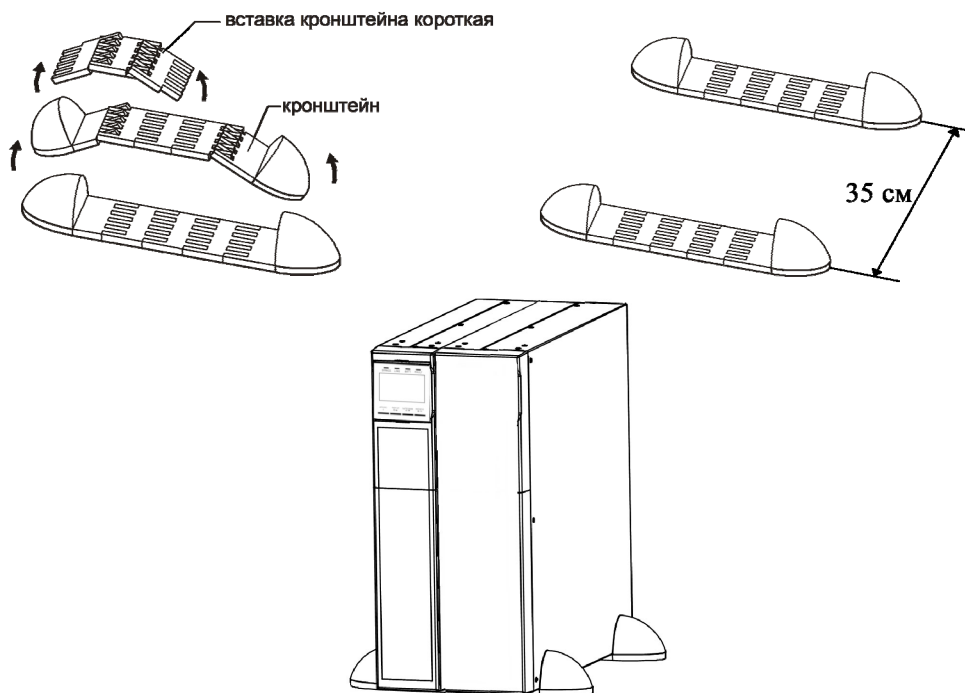

Рисунок 8 – Порядок установки ИБП совместно с БМ в вертикальное напольное (настольное) положение
7.1.5 Установку ИБП совместно с БМ в вертикальное положение следует производить аналогично п.7.1.4 при помощи кронштейнов для вертикальной установки и коротких вставок кронштейнов из комплектов поставки ИБП и БМ (см. рисунок 8).